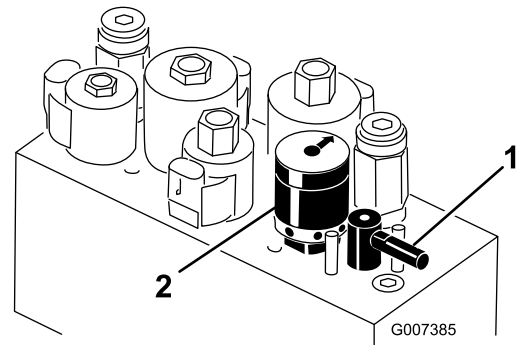

Figure 56
- Tournez le levier de rodage à la position « R » (Figure 56).
- Tournez la commande de vitesse des cylindres à la position 1 (Figure 56).